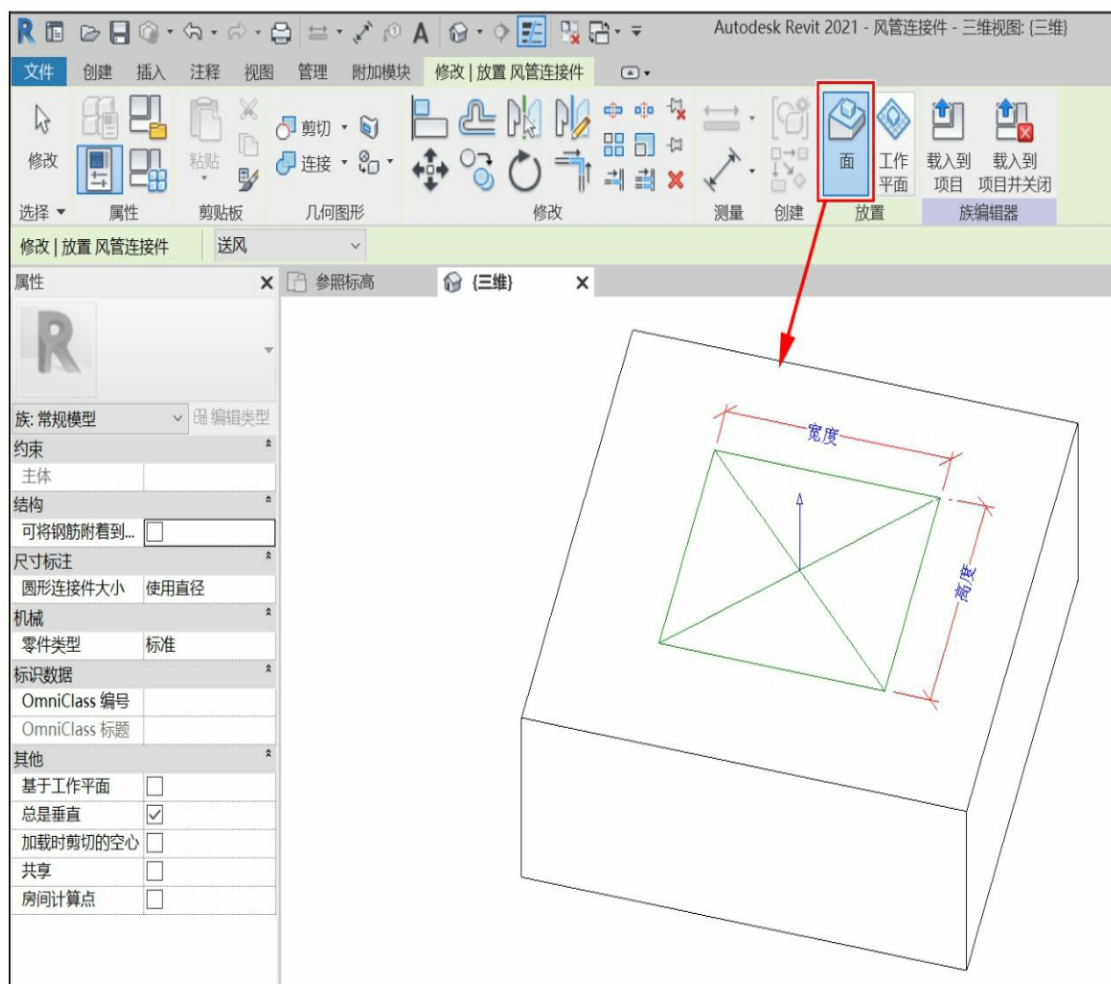

图7-108
(1) 单击“创建”选项卡>“风管连接件”，进入“修改|放置风管连接件”选项卡。
(2) 选择将连接件“放置”在“面”或“工作平面”上。通过鼠标拾取实体的一个面，将连接件附着在面的中心，如图7-108所示。